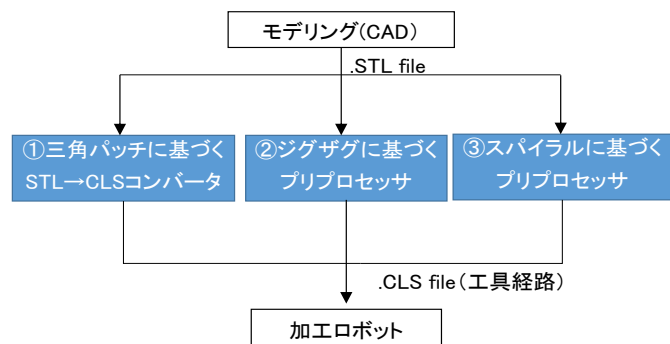

図2 提案する加工工程
さて、ボールエンドミルを使った除去加工ではジグザグパスやスパイラルパスなどの基本経路が用いられる。本研究で開発するプリプロセッサはSTLデータから図2に示すような3通りの工具経路を生成できる。①三角パッチに基づくSTL→CLSコンバータは、STLデータ内の全ての三角形の法線ベクトルと頂点座標の書式を変えながらCLデータの形式で保存している。②ジグザグに基づくプリプロセッサは、全ての三角パッチを解析することでモデルのサイズを抽出し、ステップとピックフィードという簡単なパラメータを与えるだけでジグザグの工具経路を生成する。同様に③スパイラルパスに基づくプリプロセッサもステップとピックフィードを与えるだけで望みの矩形スパイラルパスを生成できる。特に、オリジナルのSTLデータには多数の三角パッチが何層にも積層されていることがあるため、ある通過点(X, Y)のZ値を求める場合は全ての三角パッチを調べ、最も大きな値を抽出してCLデータへ書き加えるようにした。これにより、積層加工用のSTLデータから除去加工用のCLデータの生成を可能にした。プリプロセッサで工具経路(CLデータ)を生成し、ロボットを用いて自由曲面の除去加工を行うことで提案手法の有効性が示された。